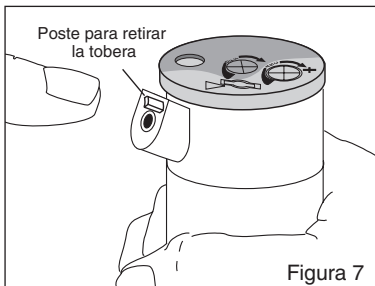

Figura 7
- 3 Deslice la tobera deseada en el enchufe de la tobera (Figura 7). Observe que el enchufe tiene un ángulo de hasta 25°. Las "lengüetas" pueden ajustarse de manera que el tornillo de rango de la tobera se enrosque directamente hacia abajo entre ellas. Luego ajuste el tornillo de rango de la tobera. La elevación con la flecha en la cubierta de goma siempre indica la ubicación de la tobera y la dirección del caudal de agua cuando se retrae el aspersor.